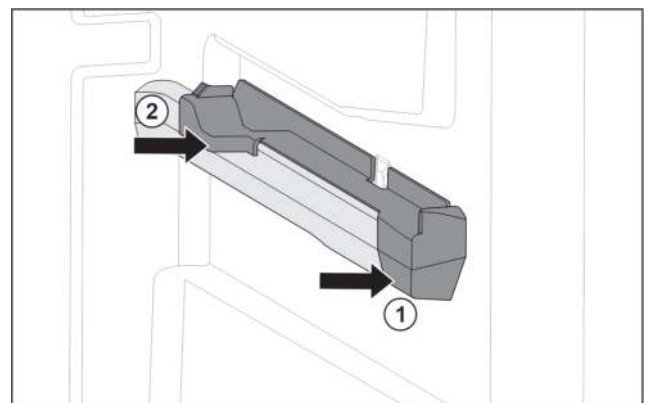

Fig. 58 Aufsteckteil auf der rechten Behälterrippe
- Aufsteckteil vorne an Behälterrippe ansetzen. Fig. 58 (1)
- Aufsteckteil hinten andrücken. Fig. 58 (2)